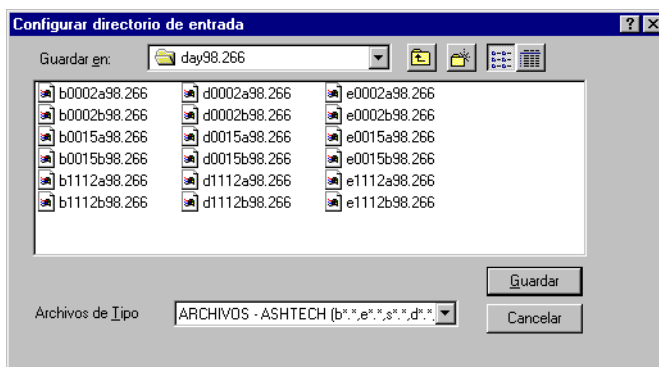

Figura B.7. Cuadro de Diálogo Configurar Directorio de Entrada
- Haga click en **Dir Salida** para abrir el cuadro de diálogo **Configurar directorio de entrada** (Figura B.7).